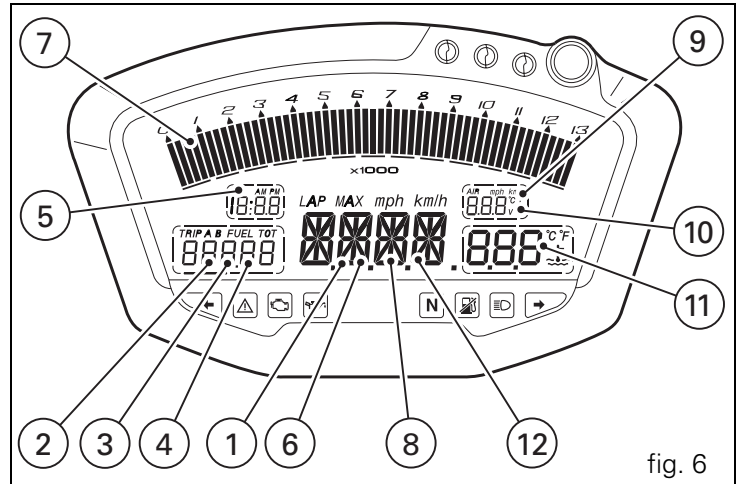

fig. 6
12) Servicing indicator (SERV) (fig. 6).